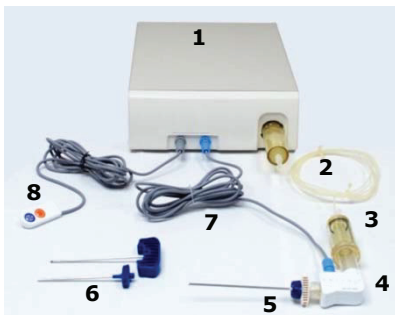

Figure 1. Système d'augmentation vertébrale StabiliT
Le système d'augmentation vertébrale StabiliT est un système conçu pour l'administration contrôlée de ciment osseux StabiliT ER² pour le traitement des fractures vertébrales par compression. Il contient une source de chauffage par radiofréquence (RF) bipolaire intégrée à basse puissance qui chauffe le ciment osseux. Le système d'augmentation vertébrale StabiliT est constitué de huit (8) composants (figure 1).